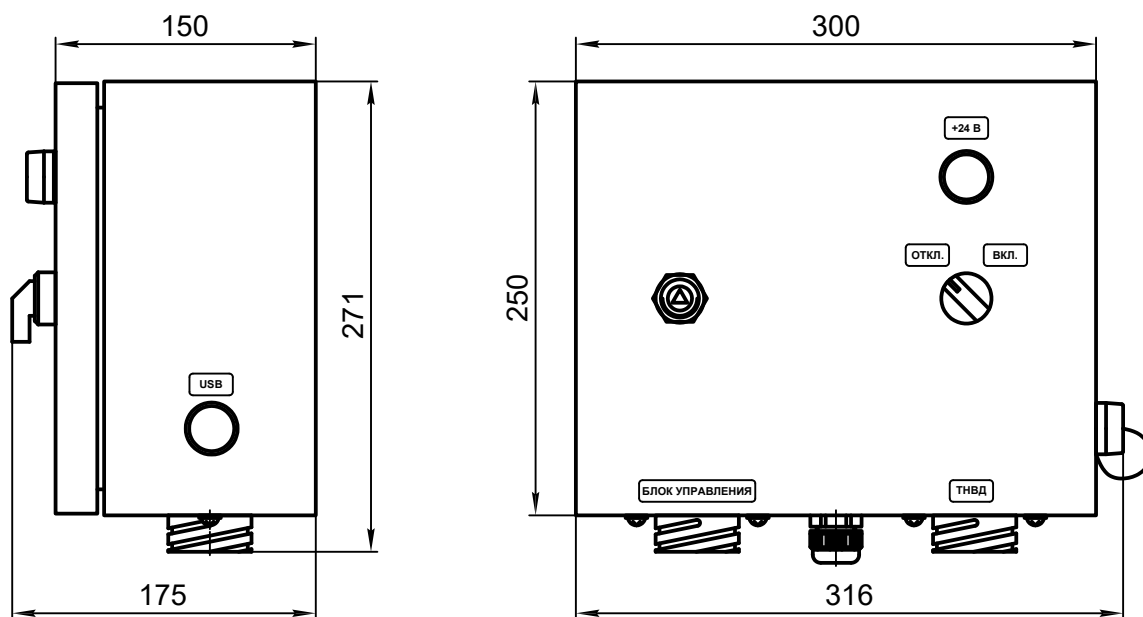

Рис. 1.1
- 1.2.11 Габаритные размеры пульта управления представлены на Рис. 1.1.
1.3.1 Пульт управления БНС-5 конструктивно выполнен в металлическом ящике (Рис. 1.1) со встроенным блоком питания постоянного тока и преобразователем USB – K-Line для связи ЭБУ и компьютера. На корпусе пульта управления установлены переключатель питания 220 VAC, лампа, сигнализирующая о наличии вторичного напряжения 24 VDC и разъемы подключения кабелей ЭБУ, ТНВД и USB.